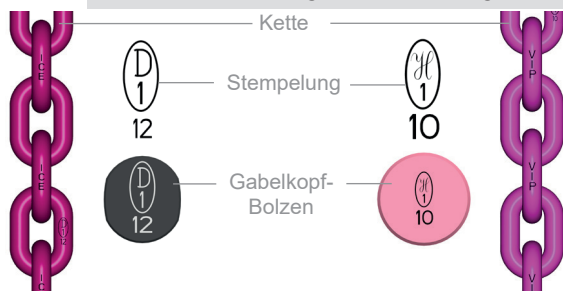

Abb. 4: Unterschied ICE und VIP
Die vorliegende Anleitung gilt für folgende Varianten des CCS-FASTLOX (Zuordnung siehe Abb. 4):
- Güteklasse des Bauteils (Abb. 4)
Achten Sie bei der Montage der CCS-FASTLOX immer auf die richtige Zuordnung aller Komponenten (Abb. 4):
- Verwenden Sie bei ICE-Bauteilen nur den ovalen ICE-Gabelkopfbolzen (Abb. 4)
- Verwenden Sie bei VIP-Bauteilen nur den runden VIP-Gabelkopfbolzen (Abb. 4)